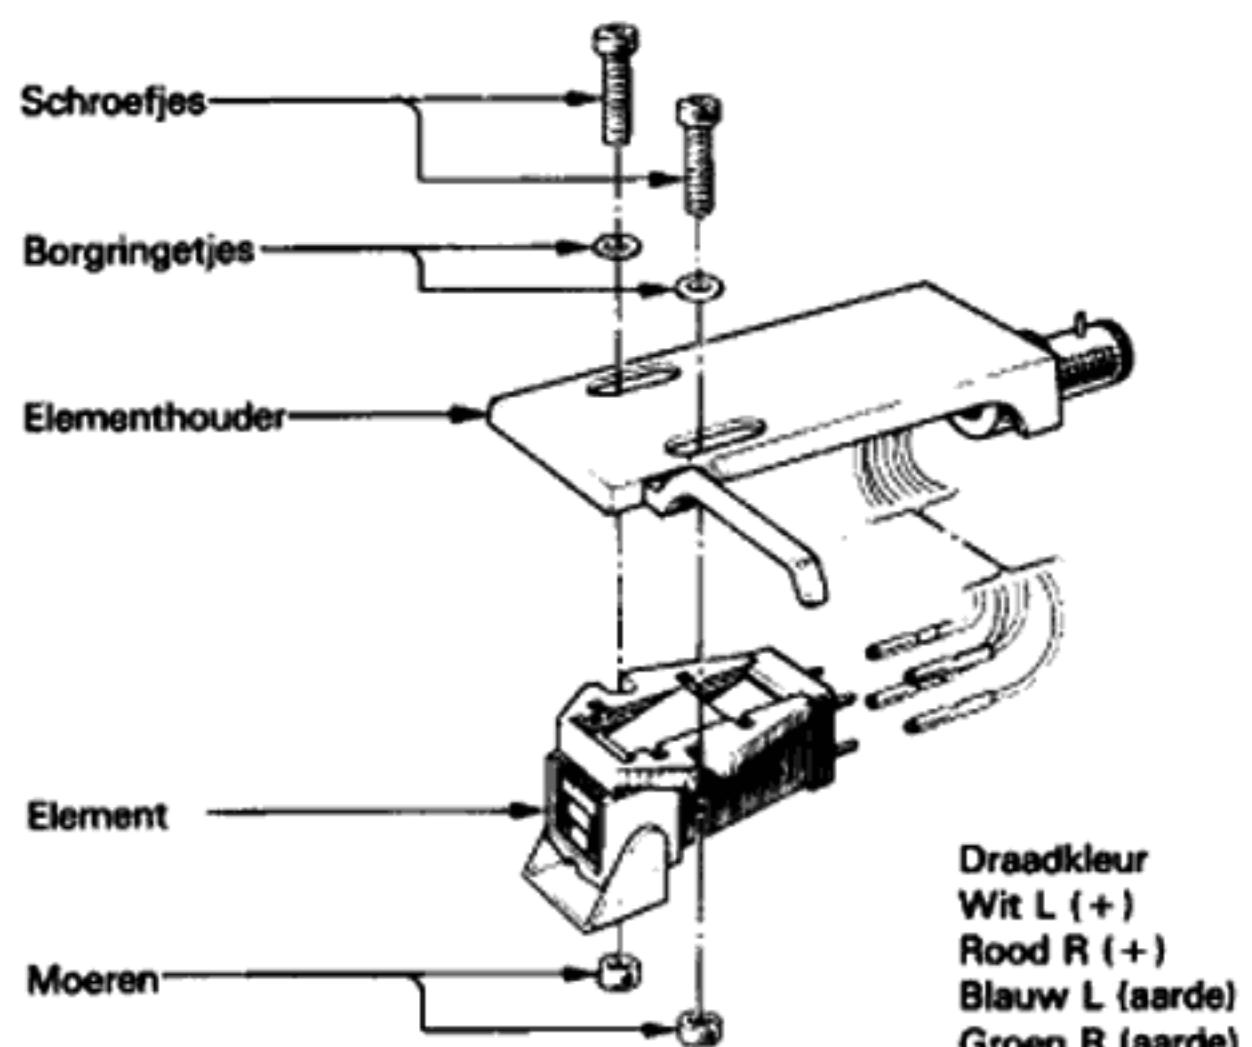

Fig. 10
- Sluit de aansluitingen van de aansluitdraden voorzichtig aan op de overeenkomstige pennen van het element. Zie Fig. 10 voor de kleurcode. Gebruik een klein tangetje of een pincet om de busjes op de pennetjes te schuiven.